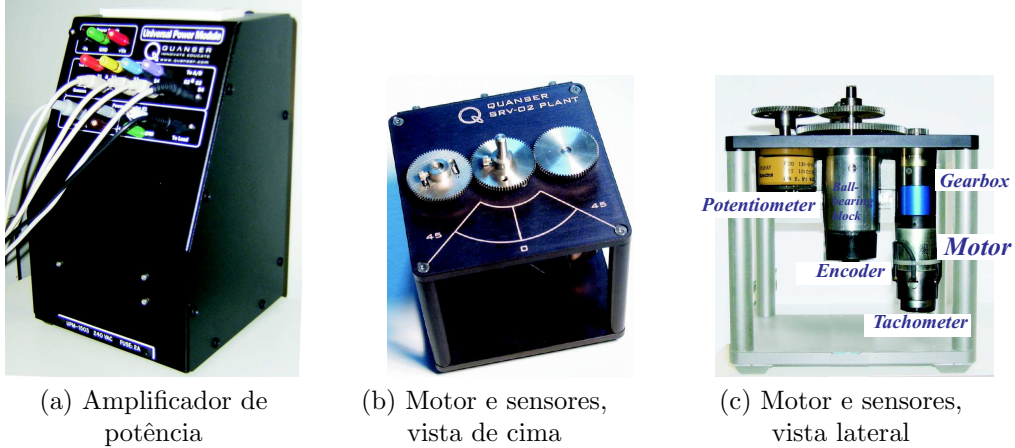

Figure 1: Amplificador de potência, motor e taquímetro (tachometer) a utilizar no laboratório.
- Amplificador de potência (fig. 1(a)) e motor de corrente contínua (DC) com taquímetro acoplado (fig. 1(b) e (c)). Placas de conversão A/D e D/A, ligadas a um PC.